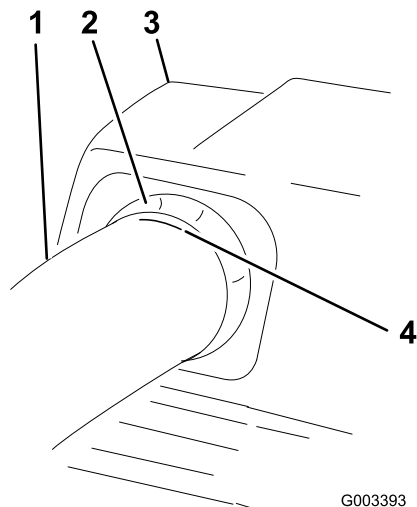

Figura 26
7. Una vez que obtenga la medida de 19 mm, marque el tubo superior en el exterior, en el punto donde sobresale el sello de goma (Figura 26).
11. Compruebe que la marca hecha en Figura 26 está todavía en su lugar.